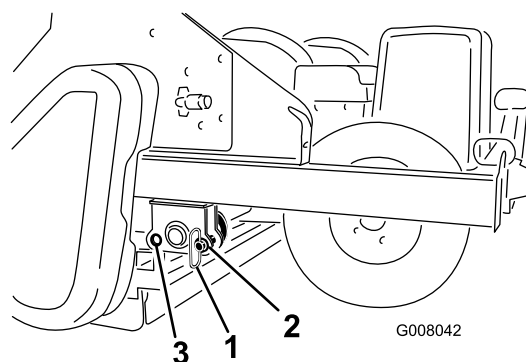

Рисунок 15
12. Удалите стояночные штифты из передних отверстий и поместите их на время эксплуатации в задние отверстия (Рисунок 15).